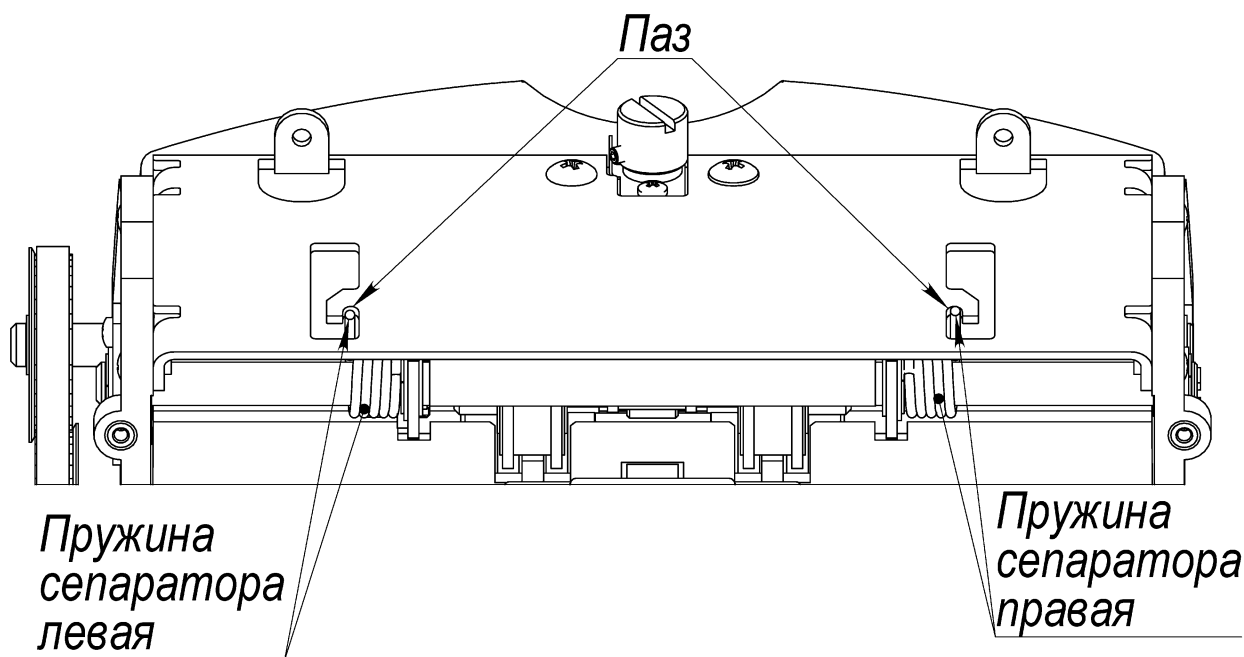
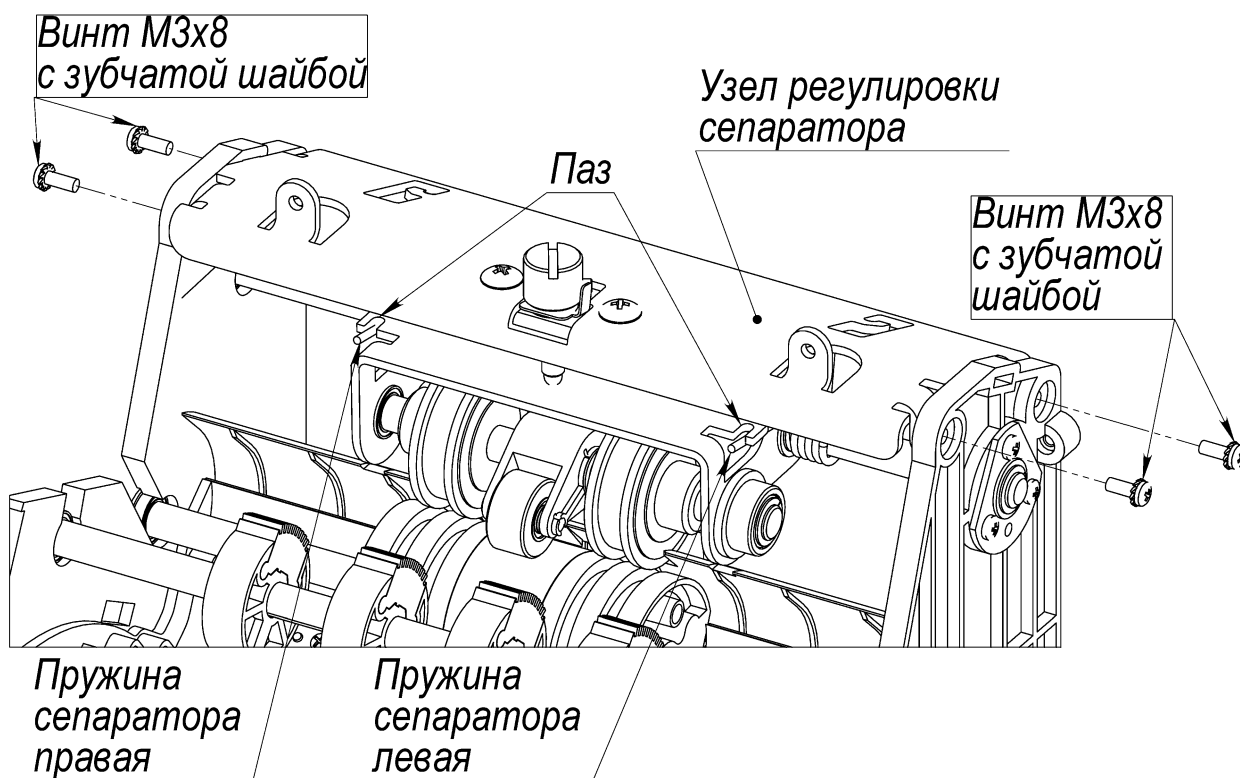

Рис. 23
Рис. 24
8.6.1 Вывести концы пружин сепаратора левой и правой из соответствующих пазов на узле регулировки сепаратора (см. Рис. 23).
8.6.2 Вывинтить 4 винта М3х8 с зубчатой шайбой N0017 крепления узла регулировки сепаратора к каркасу (см. Рис. 24).
- завести концы пружин сепаратора левой и правой в соответствующие пазы на узле регулировки сепаратора и узле кронштейна сепаратора (см. Рис. 23, Рис. 24).